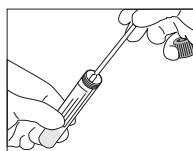

Abb. 1
3. Führen Sie den Tupfer in das Röhrchen ein, bis die Bruchstelle (falls vorhanden) die Höhe der Öffnung des Röhrchens erreicht (Abb. 1).